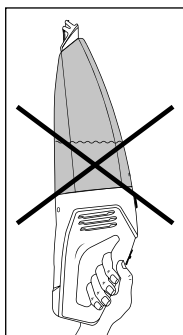

Abb. 4
- Wenn Sie das Gerät waagrecht oder mit der Nasssaugdüse ❶ nach oben weisend tragen, kann es passieren, dass Flüssigkeit austritt (siehe Abb. 4 und 5):